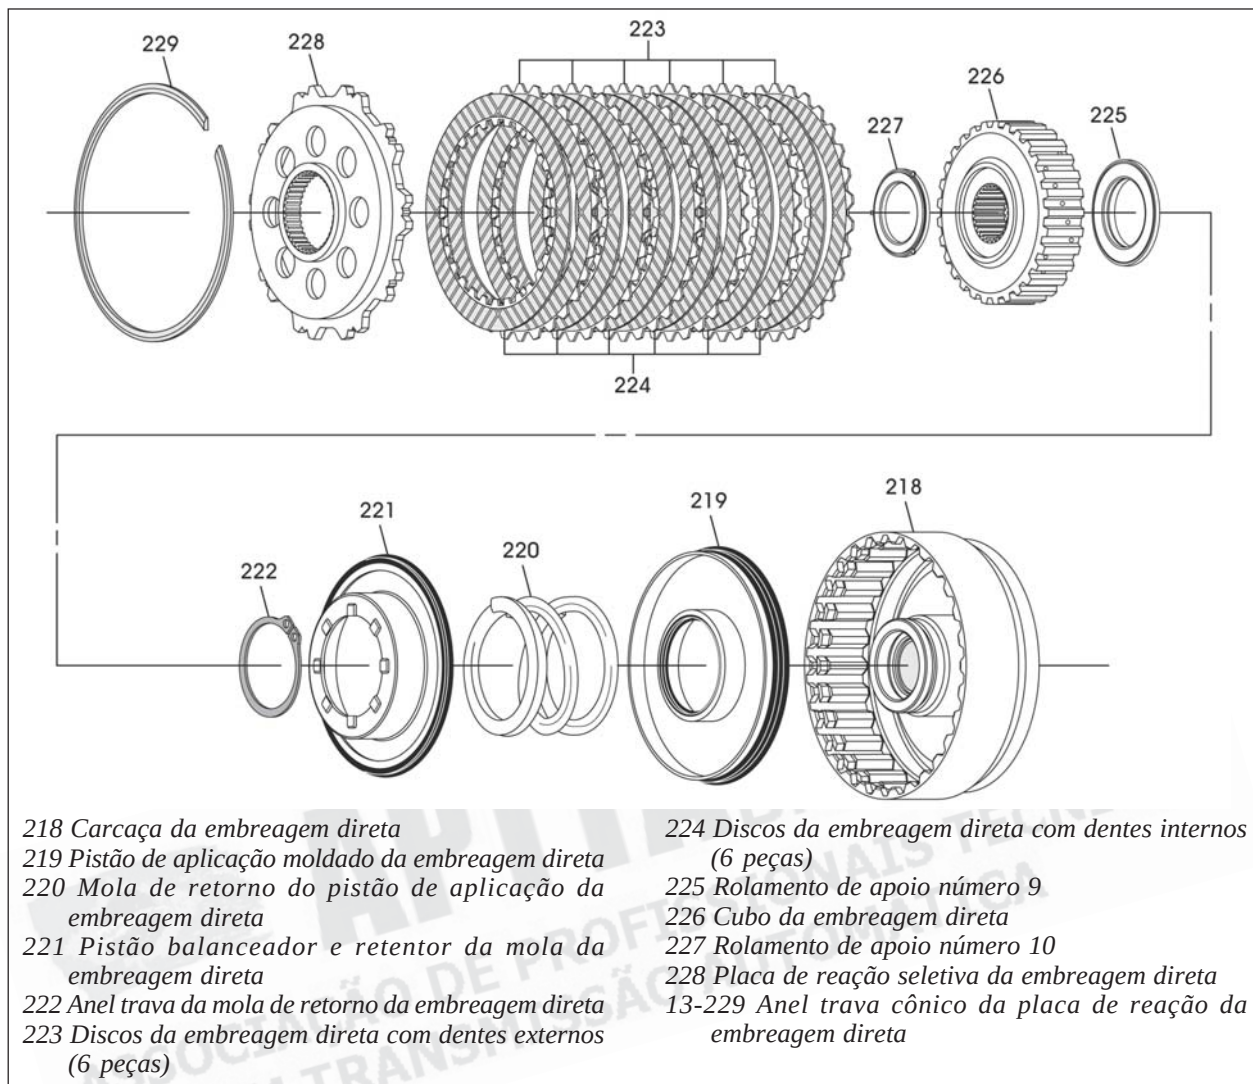

Figura 152
1. Desmonte o restante da embreagem direta utilizando a figura 152 como guia.